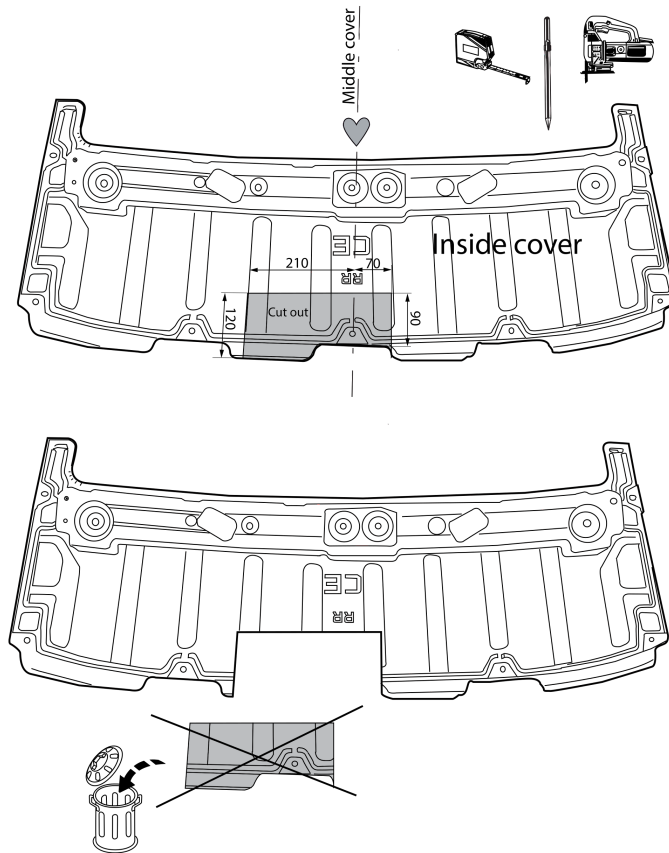

Fig. 2
7. Выпилить часть из закрывающей пластины, как указано на рис. 2.